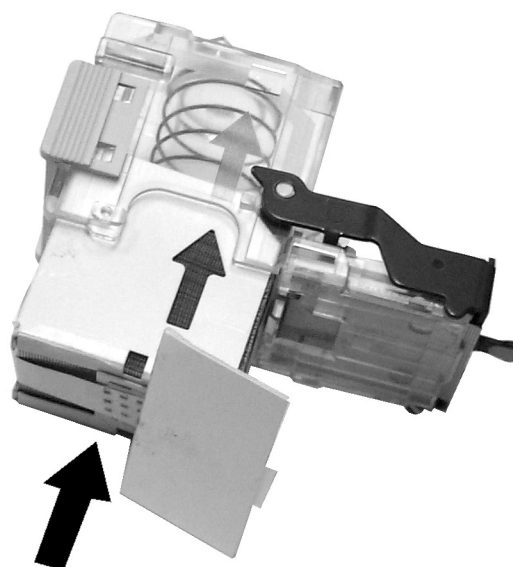

Figura 6: Como inserir um novo Pacote de Grampos no Cartucho de Grampos
- 6 Alinhe a seta no Pacote de Grampos com a seta no Cartucho de Grampos e ajuste o Pacote de Grampos no cartucho (Figura 6).